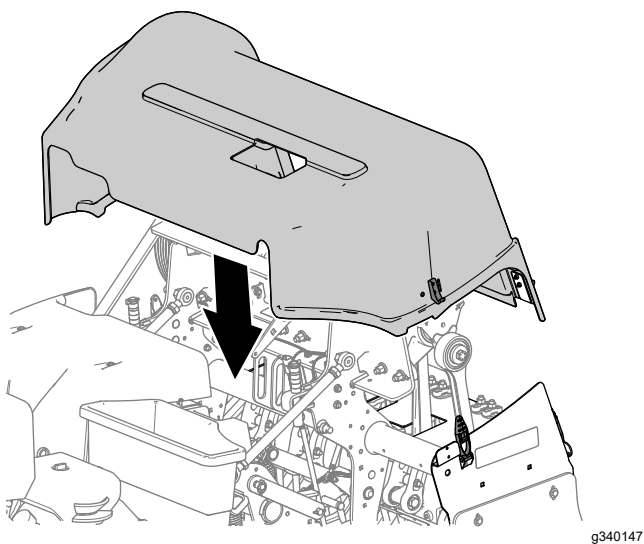

Figura 152
1. Allineate la copertura della testa di carotaggio alla macchina, come illustrato nella **Figura 152**.